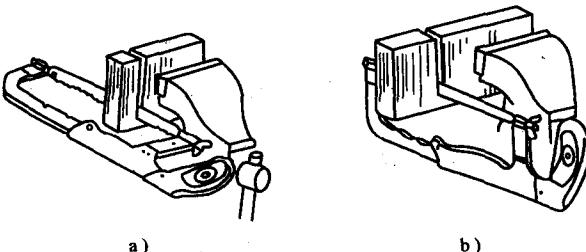

图 1-5 锯削深缝材料的方法
(1) 操作方法及技巧 由于锯弓的结构形状所限，为避免锯削时锯弓杆碰撞工件，在锯削深缝时要根据工件的实际情况，以不妨碍锯削为原则，可以按图 1-5 中所示的方法，在锯弓架上灵活选择锯条的转动方向。当锯缝的深度超过了正常的锯削深度时，可将锯条旋转 90° 或 180°，与此同时，要适时调整施力的方向和力度。